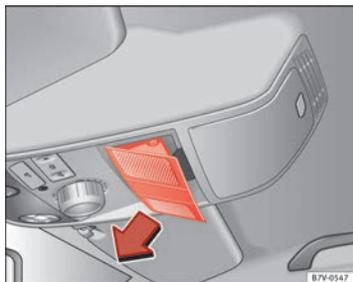

Fig. 195 En el revestimiento interior del techo: Retire la cubierta.
- Retire la cubierta en dirección de la flecha ⇒ fig. 195.